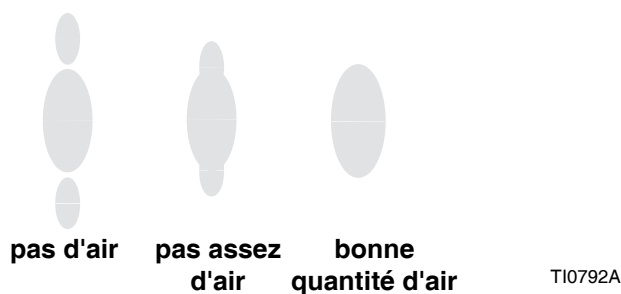

FIG. 8. Problèmes de jet de pulvérisation
2. Consultez la FIG. 8. Réglez la pression d'air de pulvérisation sur environ 0,35 bar (35 kPa, 5 psi) lors du déclenchement. Vérifiez le jet de pulvérisation, puis augmentez lentement la pression d'air jusqu'à ce que les extrémités soient complètement pulvérisées et intégrées au jet de pulvérisation. Veillez à ce que la pression d'air ne dépasse pas 7 bars (0,7 MPa, 100 psi).